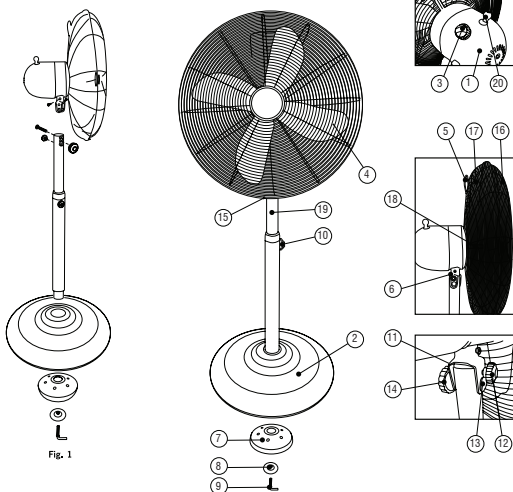

Fig. 1
3.2.1. Sit die verstelbare kolom (S) in die gat in die basisonderstel (B), plaas die teengewigbasis (G) onder die onderkant (B) en bevestig met die "L" -vormige skroef (I) (H) tussen die basis en die "L" -vormige skroef (I) (Fig.1).